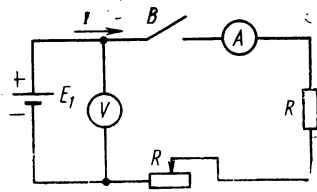

Рис. 2.6
5. Собрать цепь для работы источника E_1 в режиме потребителя (рис. 2.6) и показать ее преподавателю для проверки.